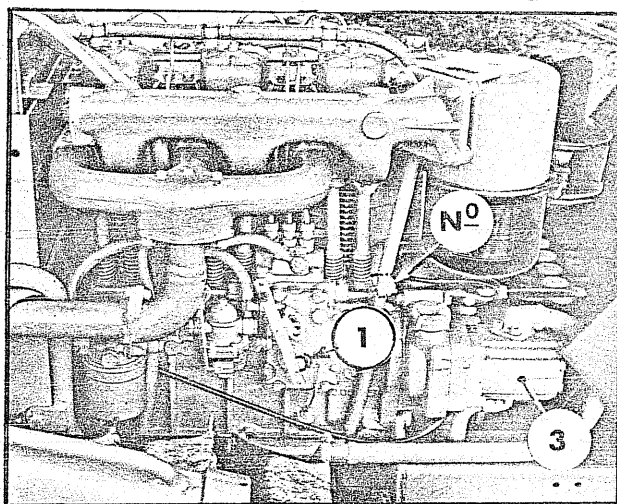

fig. 3
Il tipo e il numero del motore è stampigliato sulla targhetta del motore e sul monoblocco. In fig. 3, con la lettera (N°), è indicata la punzonatura sul monoblocco.
- una pompa ad ingranaggi accoppiata anteriormente al motore (3 fig. 3) con una portata di 50 litri/1' a 2300 giri/1' -
- 1)-Tirare il bottone supplemento gasolio (1 fig. 3).